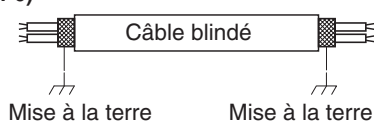

Fig. 4-6
- (5) Utiliser des fils blindés pour le câblage de commande entre unités (c), et mettre à la terre le blindage des deux côtés, sinon des parasites peuvent affecter le fonctionnement. (Fig. 4-6)